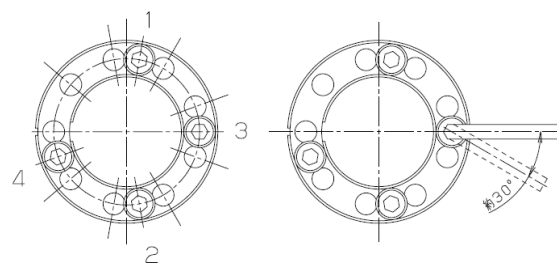

図5 抜きボルトの締付け例
- 締付ボルトのネジ部及び抜きタップ穴には、オイル又は、グリスを十分に塗布し、テーパリングA上にある全数の抜きタップ穴に1)項ではずした締付ボルトを図5に示す順番で必ず均等に締付けてください。このとき、締付ボルトはテーパリングAを手前に引き出すと同時にテーパリングBを反対側に押出す働きをします。ボルトの締付けにはトルクレンチをご使用ください。設定値は取付け時と同じにしてください。MA値以上の締付けトルクで締付けるとボルトが損傷する恐れがあります。